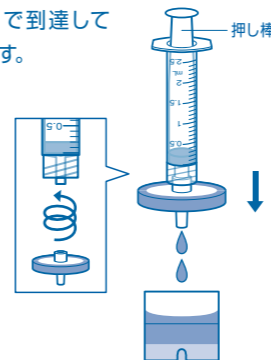

図10
⑩ ⑨の2.5mLシリンジに⑥のフィルターを取り付け、液を1滴ずつゆっくりと押し出し、全量を専用カップに回収します。(図10)